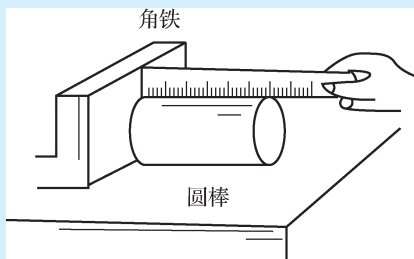

图 1-11 测量圆棒长度
(2) 测量圆棒长度时, 钢直尺要与工件轴线平行, 如图 1-11 所示。